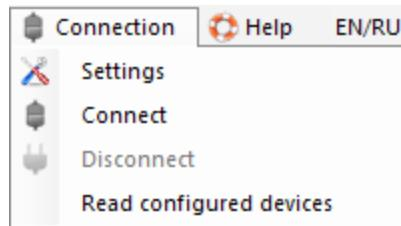

Abb. 9. Menü „Connection“ (**Verbindung**)
2. Über das Menü “**Connection**” (**Verbindung**) (Abb. 9) können Sie: